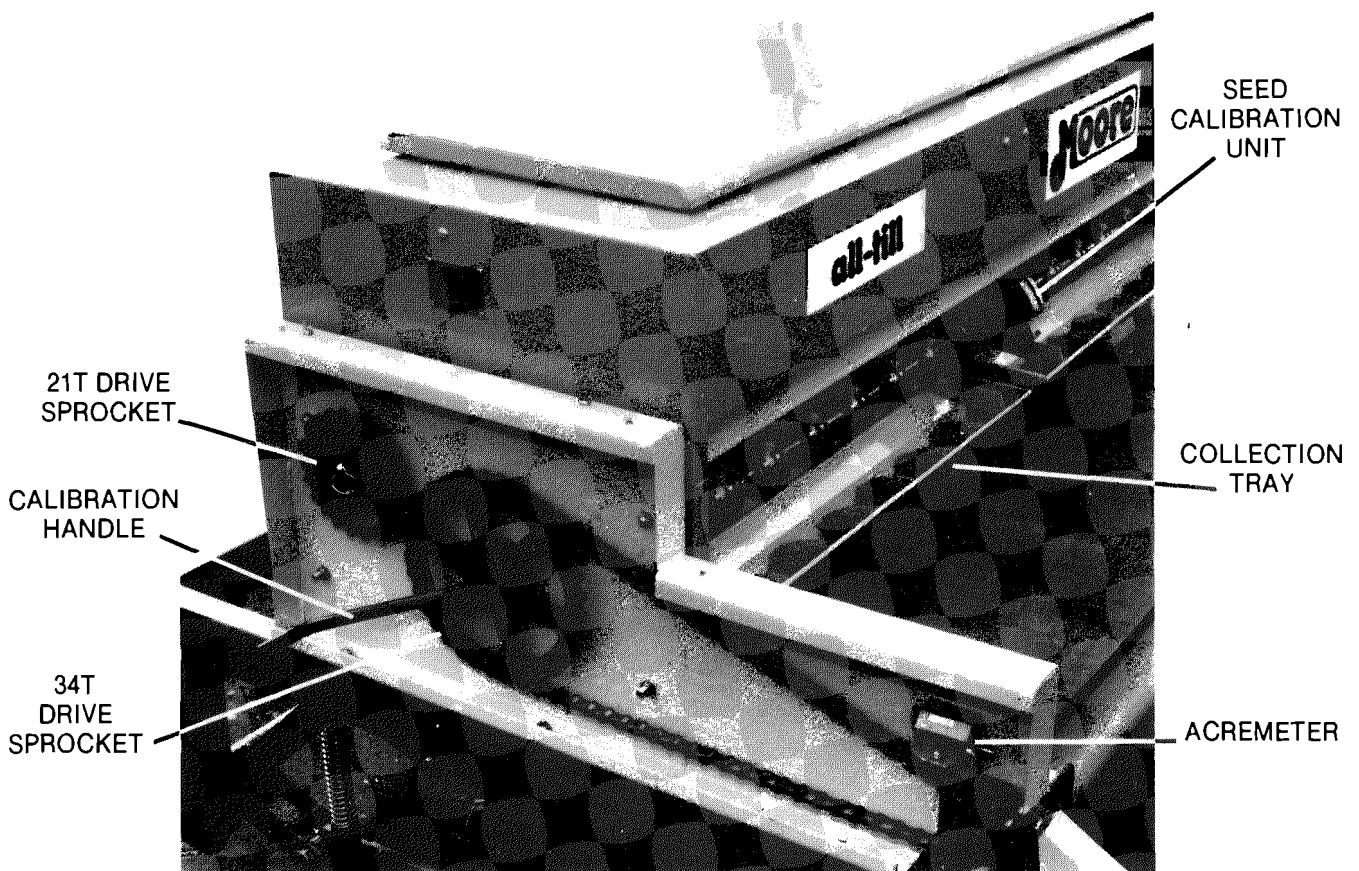

FIGURE 4. CALIBRATION
7. CALIBRATION (See Fig. 4.)
9. EMPTYING SEEDBOX (See Fig. 4)